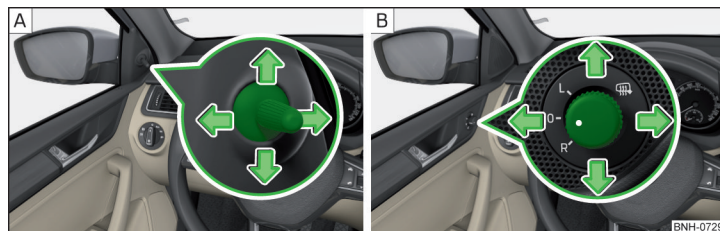

Fig. 65 Operación del retrovisor: mecánico/eléctrico
► Para el **ajuste** del área del espejo mover el botón giratorio en el sentido de las flechas » fig. 65.
El botón giratorio para el espejo ajustable eléctricamente se puede mover en las posiciones siguientes » fig. 65.